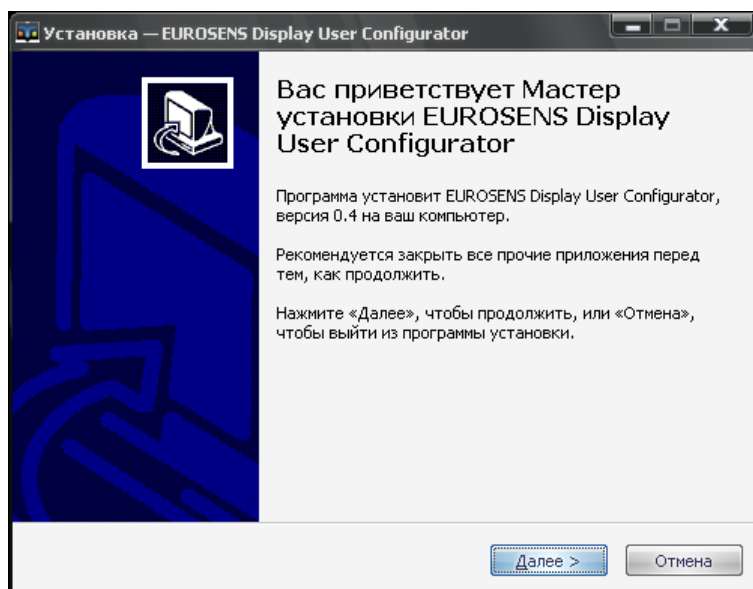

Рис.8
9) в окне (рис.8) установки непосредственно самой программы "EUROSENS Display User Configurator" нажать кнопку "Далее":